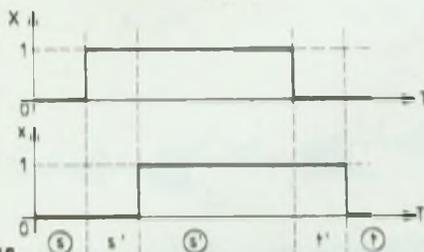

Fig. 16
Le graphe de la figure 16 indique la succession des états  $X$  et  $x$  du relais lors du passage de l'état stable (S) à un autre état stable (S'). Il est aisé de constater :